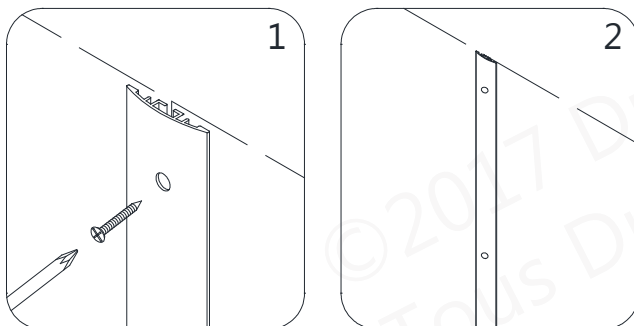

**Fig 8a**
**8.** Placez le **panneau arrière (N°02)** sur un bout de panneau plat de contreplaqué ou de particules. Utilisez un équerre en T et un couteau industriel affilé pour inciser en suivant les repères tracés le long du **panneau arrière (N° 02)** (de l'étape précédente), et continuez d'inciser en suivant les repères jusqu'à ce que vous ayez complètement découpé le panneau. (**Fig. 8a et Fig. 8b**)